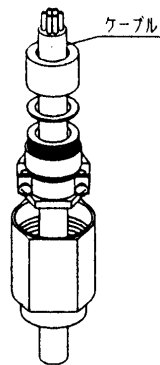

図2
- 3) ケーブルにナット、リング、グラウンド、スリップリング、およびパッキンの順に通します。(図2)。